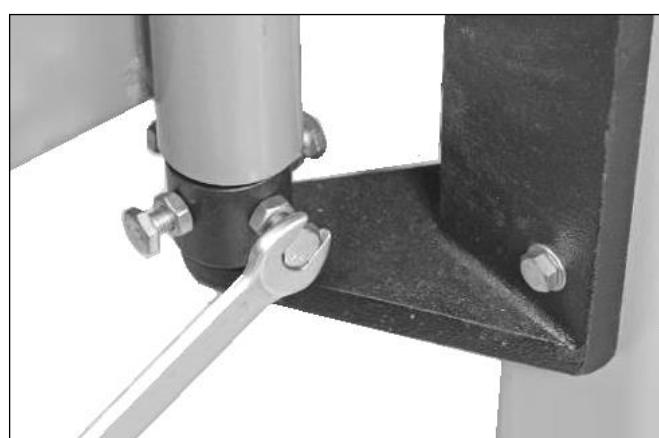

Рис. 16
Установите стол для поперечного распила (A, Рис. 16) на опорный стержень поворотного кронштейна (B).
Изменение высоты стола для поперечного распила компенсируется регулировкой поворотной оси кронштейна (Рис. 16).